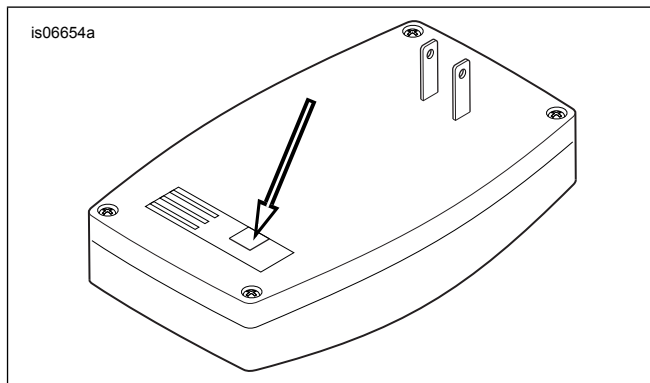

Figura 2. Recetor do sistema de abertura de portas de garagem, vista posterior
7. Ver Figura 2. Ligue a ficha do conjunto de cabos do recetor do sistema de abertura de portas de garagem da Harley-Davidson à parte de trás do recetor do sistema de abertura de portas de garagem da Harley-Davidson, no local indicado.